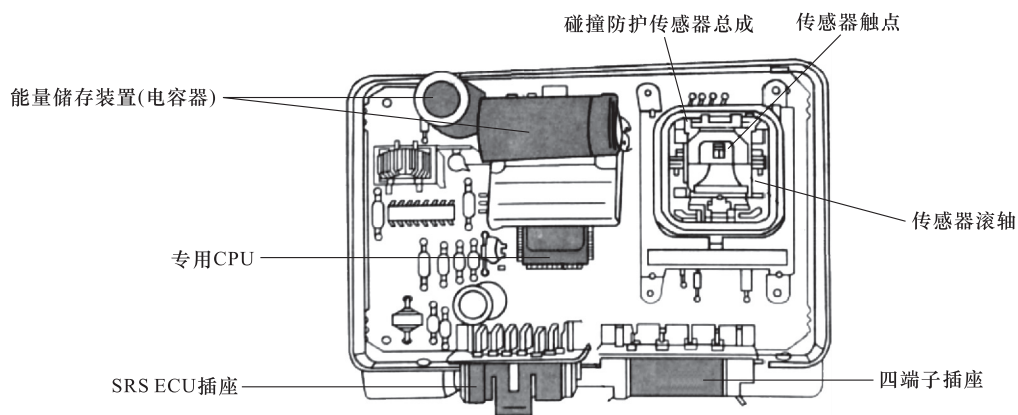

图 7-25 中央安全气囊加速度传感器的安装位置
(1) 结构 中央加速度传感器又称为防护传感器或中央安全气囊传感器，安装在安全气囊电脑（SRS ECU）的内部，如图 7-25 所示。